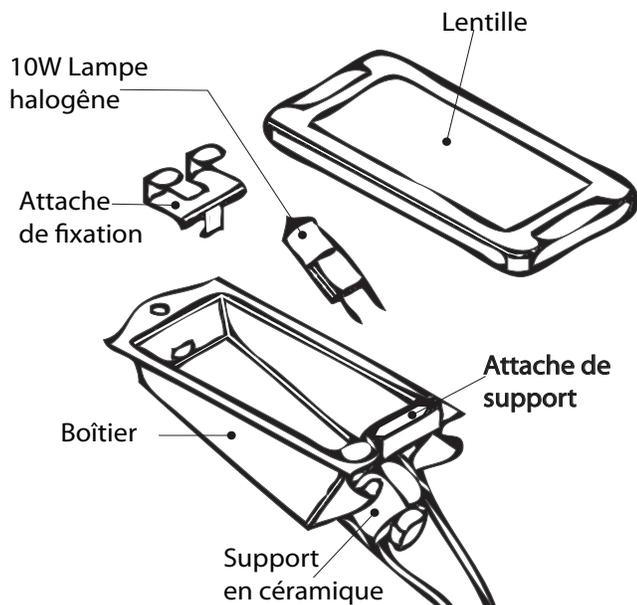

Figure 33 : Assemblage de la lampe du four
3. Insérez la pointe d'un tournevis plat entre l'attache de fixation et le boîtier de la lampe (Figure 33 et Figure 34).